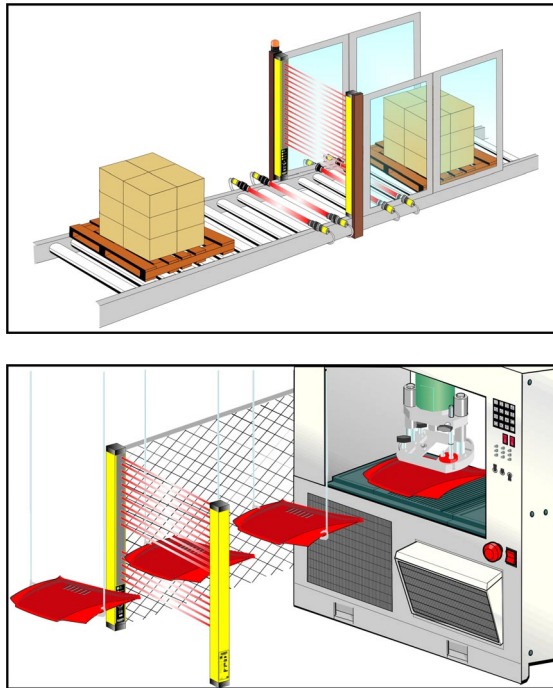

Fig. 22
- La fonction muting, qu'on peut sélectionner à l'aide d'un dip switch, permet d'exclure la barrière durant le fonctionnement, tout en maintenant actives les sorties OSSD, en fonction d'exigences de fonctionnement particulières (Fig. 22).